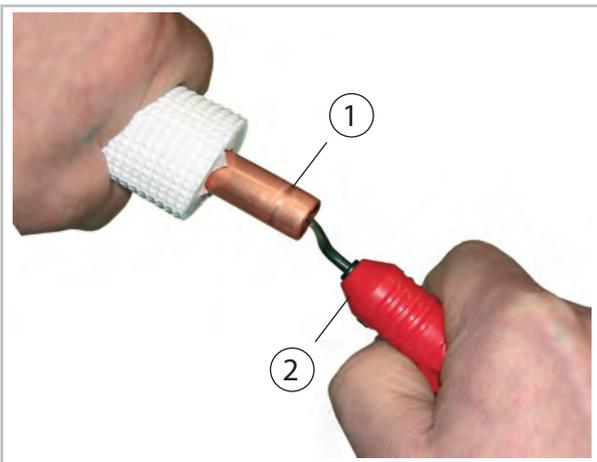
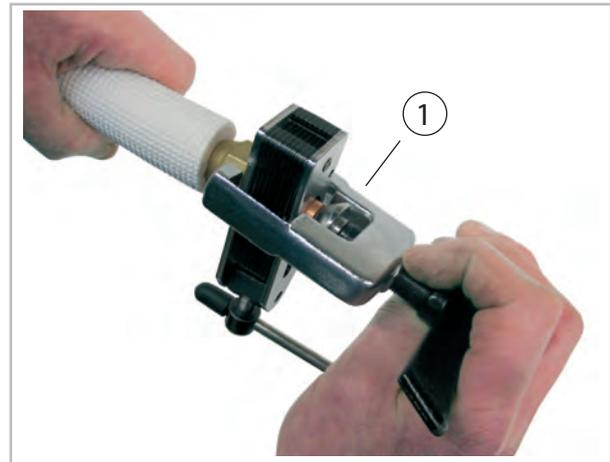

Abb. 13: Entgraten der Kältemittelleitung
Abb. 14: Bördeln der Kältemittelleitung
9. ➤ Bearbeiten Sie die verlegten Kältemittelleitungen wie im Folgenden dargestellt (Abb. 13 und Abb. 14).